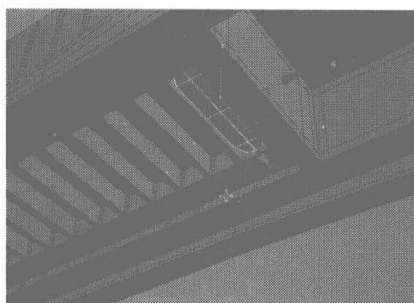

图 4.406
- 53 选择面片物体, 将其移动到如图 4.406 所示的位置, 再调整其节点, 切换为面编辑, 选择面片, 在 Polygon Properties 卷展栏中单击 **Clear All** 按钮, 然后再选择边线, 在 Edit Edges 卷展栏中单击 **Extrude**